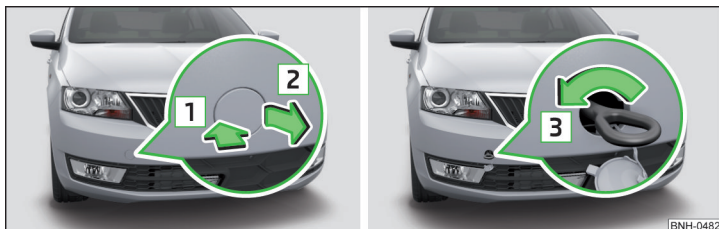

Abb. 141 Ausbau der Abdeckkappe / Einbau der Abschleppöse
- Auf die Abdeckkappe in Pfeilrichtung **1** » Abb. 141 drücken.
- Die Abschleppöse von Hand in Pfeilrichtung **3** » Abb. 141 bis zum Anschlag einschrauben » **!**.